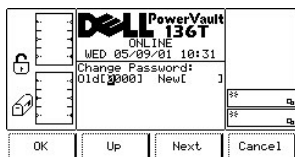

Abbildung 82. Dialogfeld "Setup" > "Utils" > "Secure" > "Change Password"
- 1 Wenn die Taste unter dem Softkey **OK** gedrückt wird, wird das alte oder das neue Passwort eingegeben. Siehe Abbildung 82.